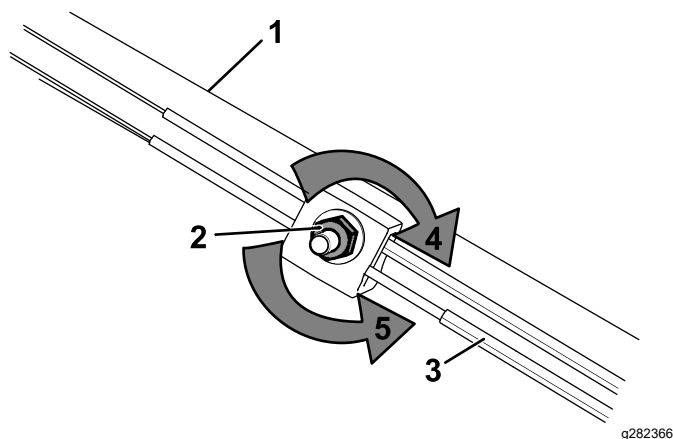

Figura 52
1. Gire la tuerca de ajuste en sentido antihorario para aflojar el cable (Figura 52).
2. Ajuste la tensión del cable (Figura 52) tirando del mismo hacia delante o empujándolo hacia atrás y manteniéndolo en esa posición.